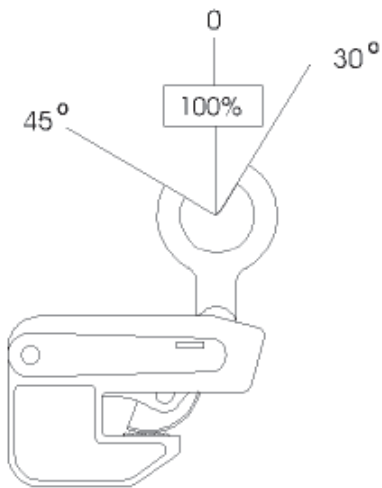

Fig. 3
- Los sistemas de elevación de dos ramales son adecuados sólo para planchas pequeñas con poco peso, cuyo giro durante el transporte puede ser compensado de forma manual. Cuando se amarran las garras, hay que asegurarse que el centro de gravedad de la carga está en el centro de las dos garras de forma que no se origine una posición inclinada de la carga. La garra debe ser colocada en la carga de forma que el ángulo de inclinación no supere los 30° en la dirección de la boca de las mordazas y los 45° en la dirección opuesta (Fig. 3).